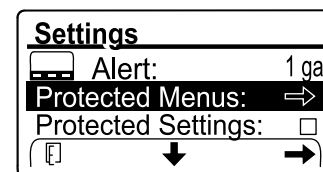

図 108
1. 保護メニュー用の PIN 図 108を入力する アクセス制限付きメニューへのアクセス \(ページ 23\)を参照。